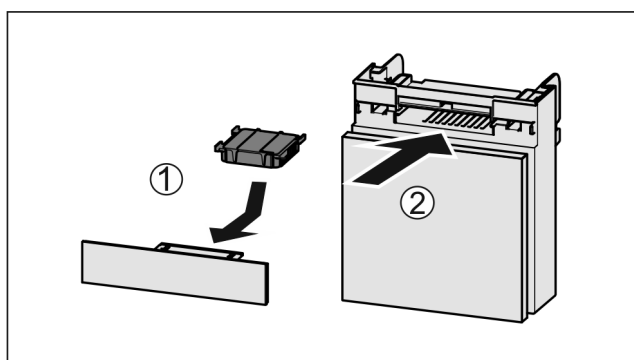

Fig. 226
- Aktivkohlefilter nach Abbildung einsetzen Fig. 226 (1).
- Fach einschieben Fig. 226 (2).